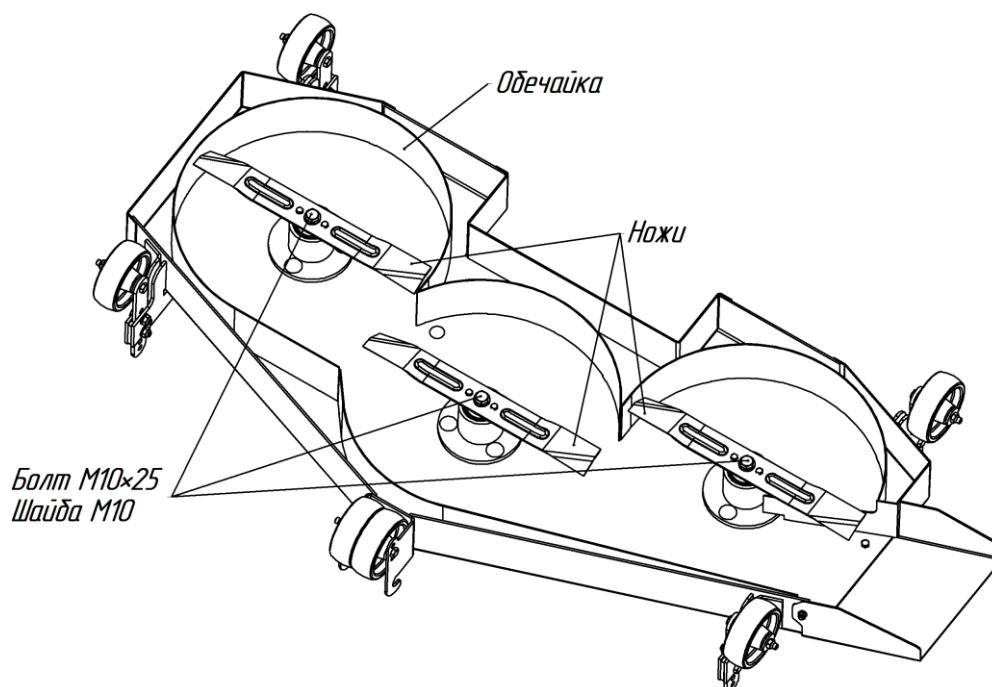

Рис.2. Общий вид деки газонокосилки (вид снизу).
- открутить болты М10×25 с шайбами М10 и снять ножи (рис.2);
- установить ножи (заточенные или новые) и закрутить болты М10×25 с шайбами М10 на место (рис.2).